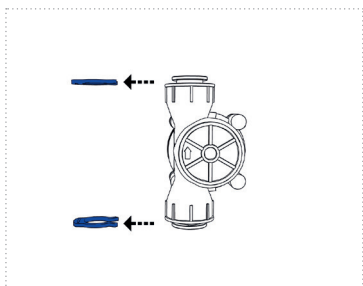

Figure 10
4. Retirez les bagues de sécurité du capteur de débit (Figure 10).